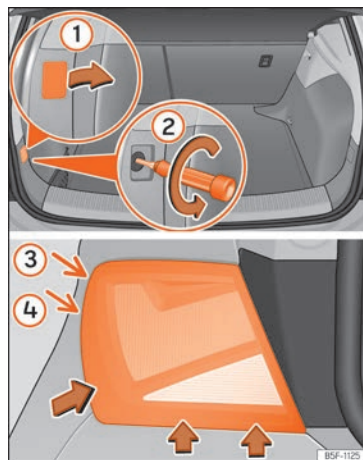

Fig. 63 Maletero: posición del tornillo de fijación para la unidad de luz trasera. Desmontar la unidad de luz trasera en la aleta.
- Retire la cubierta haciendo palanca con el lado plano de un destornillador en el rebaje y retire la cubierta de la abertura »» **fig. 63** ①.
- Desenrosque cuidadosamente con un destornillador el tornillo que hay detrás en sentido contrario a las agujas del reloj (flecha) »» **fig. 63** ②.
- Bascule el piloto en la dirección de las flechas hasta que salga de su alojamiento (posiciones ③ y ④) »» **fig. 63**.